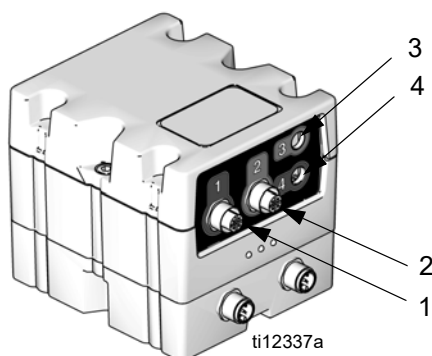

ABB. 12: Anschlüsse auf der Vorderseite des Materialsteuerungsmoduls
2. Die zwei Schrauben (C) und das MRM (A) vom Sockel (B) abnehmen.
3. Den Sockel (B) mit vier Schrauben an der Anlage montieren. Die Schrauben durch die Oberseite des Sockels stecken und diesen an der Anlage befestigen.
4. Das MRM (A) mit zwei Schrauben (C) am Sockel (B) befestigen.
5. Schließen Sie die Kabel an die Vorderseite des Materialsteuerungsmoduls an. Siehe ABB. 12 und die folgende Tabelle.